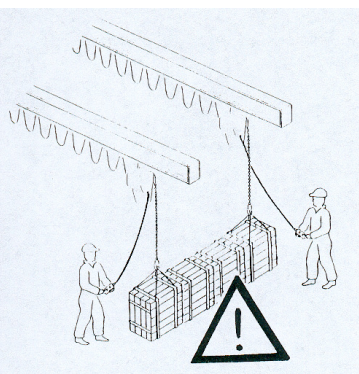

fig.96
- **MAI** utilizzare contemporaneamente due gru per sollevare lo stesso carico, senza aver posto in atto adeguate procedure di sicurezza (fig.96).